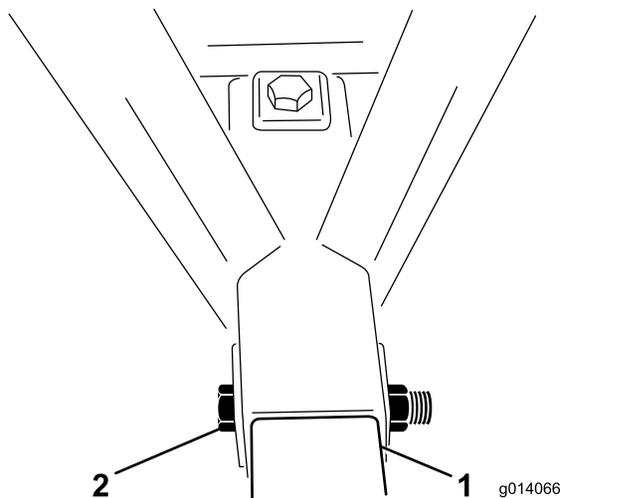

图 4
5. 把一个螺栓 1 x 6-1/2 英寸从框架插入挂钩管然后使用锁紧螺母固定图 4。上紧锁紧螺母扭矩至 976~1,193N·m。
6. 把一个螺栓 1 x 6-1/2 英寸从框架顶部插入挂钩管然后使用锁紧螺母固定图 4。上紧锁紧螺母扭矩至 976~1,193N·m。